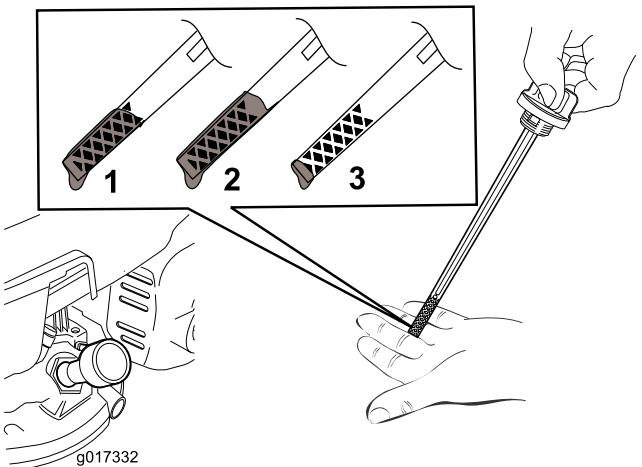

図 7
2. ディップスティックを外す 図7。
注 ディップスティックで量を確認しながら 図 7 に示される適正量までオイルを入れる。オイルを入れすぎてしまった場合には、エンジンオイルの交換 \(ページ 16\)の項に従って余分なオイルを抜き取ってください。